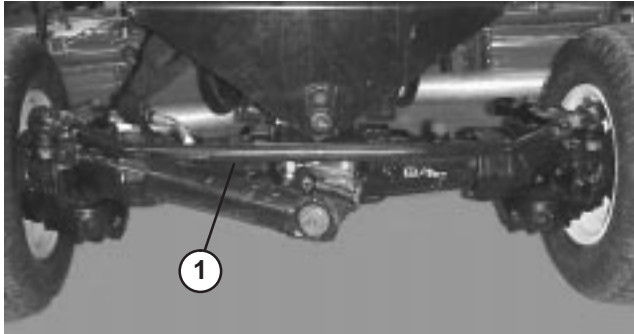

Figure 70
3. Desserrez les fixations aux deux extrémités de la biellette (Fig. 70).